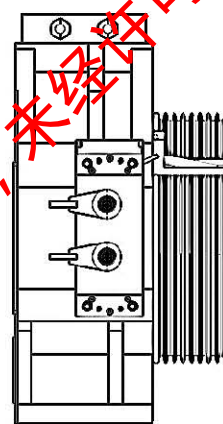

图 4-2-4 塞尺检测衔铁和铁心气隙
- 4. 用塞尺检测其中一角的间隙（图 4-2-4），是否在标准范围内。